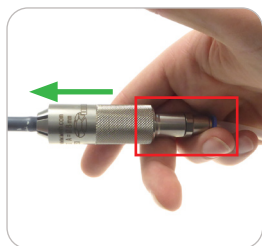

Abbildung 8
- Halten Sie den Adapter am Unterteil (Pos. 2) und am Schlauch mit einer Hand fest (siehe rot umrandeter Bereich) und drücken Sie gegen den Prüfling (grüner Pfeil, Abbildung 8). Ziehen Sie anschließend die Schiebehülse (Pos. 1) nach hinten.